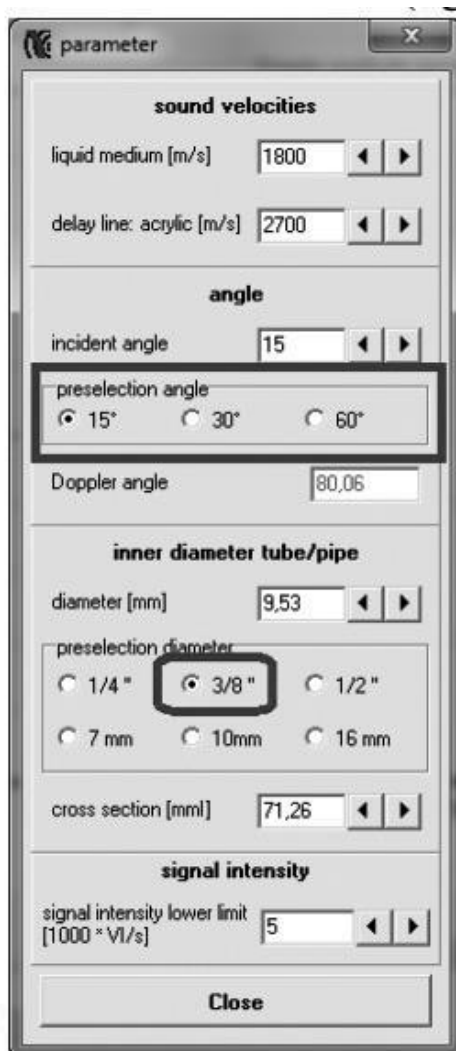

Рис. 44. Окно с параметрами эксперимента
5. В программе FlowView во вкладке «parameter» выберите соответствующий диаметр трубки и угол (см. Рисунок 44).